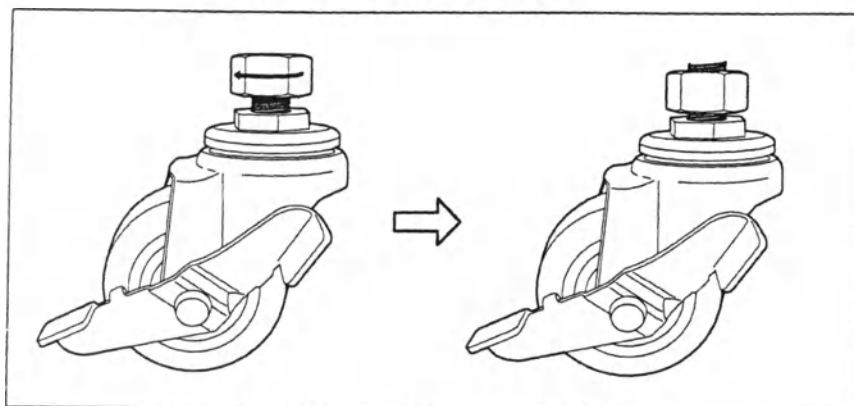

Рис. 4.32
1. Используя входящий в комплект поставки гаечный ключ, поворачивайте верхнюю гайку на каждом из четырёх роликов в направлении, показанном на рис. 4.32, для уменьшения установленной ранее высоты.